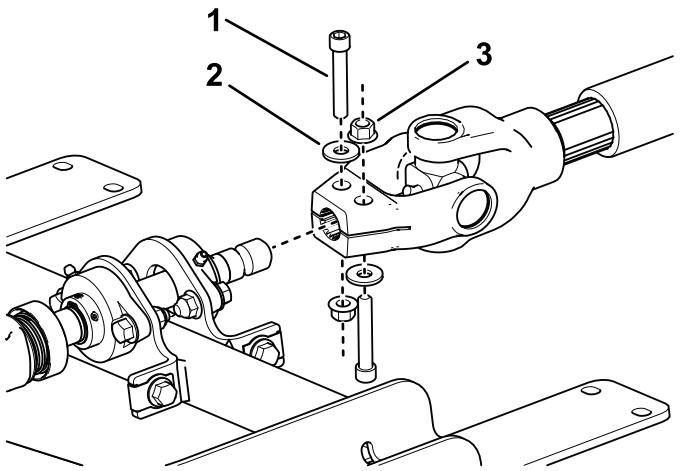

図 14
6. 3トラクションユニット側の準備(ページ8)で取り外したPTO取り付け用のパーツを使用して、トラクションユニットのPTOシャフトを取り付けプレートアセンブリのスプライン付き接続用シャフトに図14のように固定する。